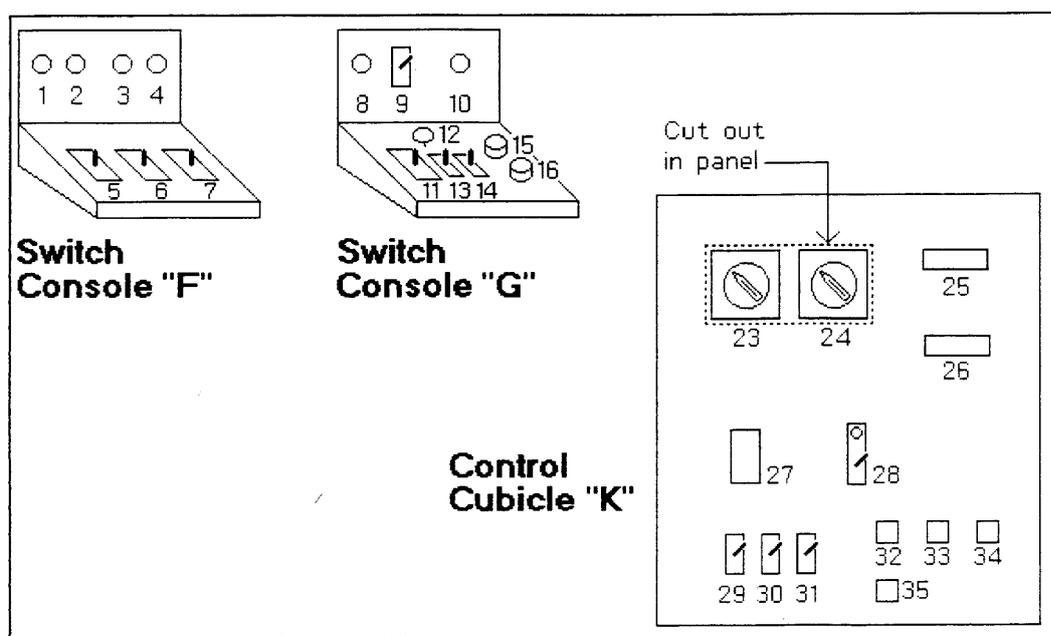

Fig. 5.
- J: Control cubicle - see Fig. 5, page 10.